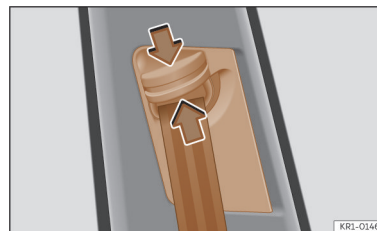

Abb. 24 Bei den Vordersitzen: Gurthöheneinstellung.
- Umlenkbeschlag in Richtung der Pfeile zusammendrücken und halten >>> (Abb. 24).